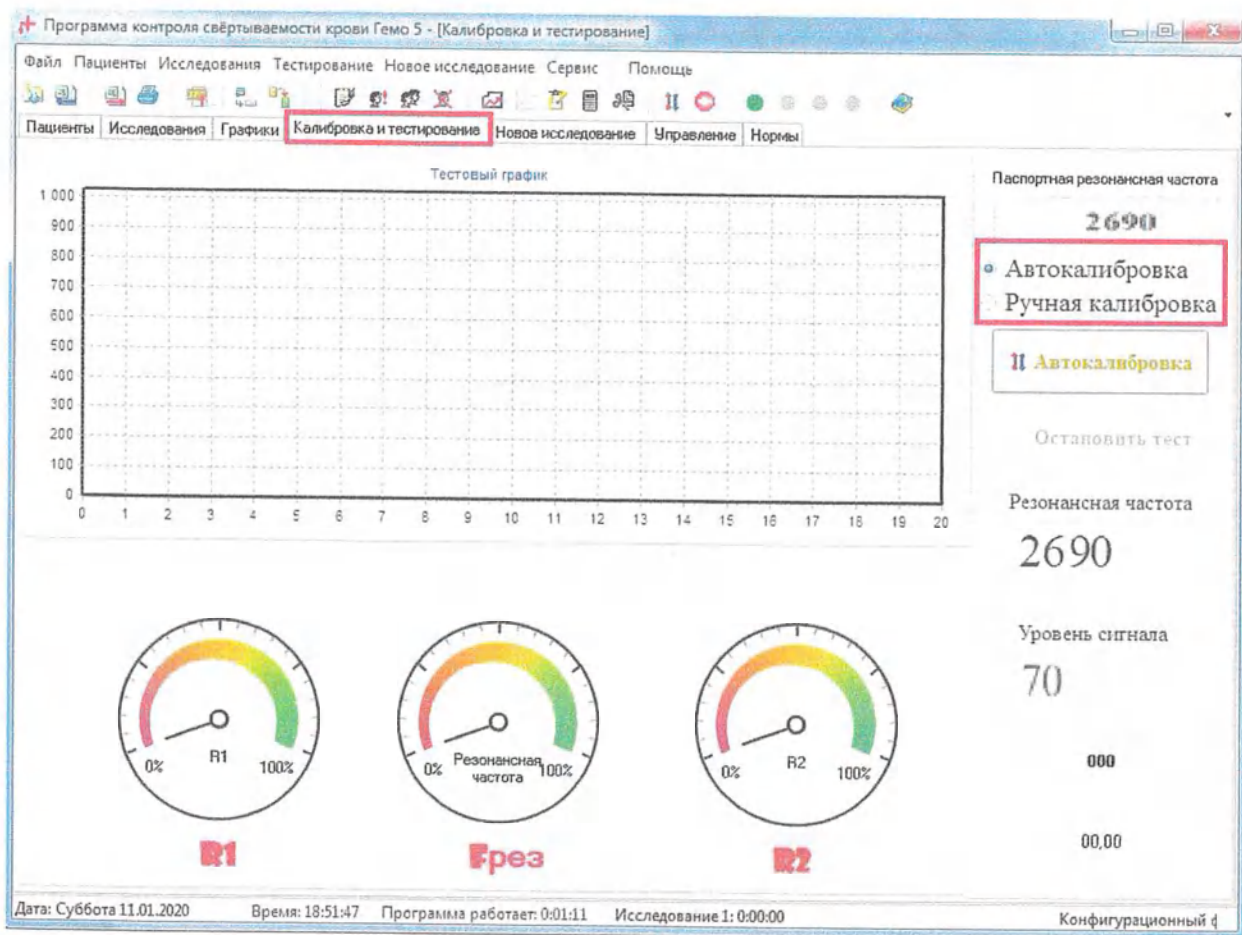

Рисунок 19 – Выбор режима калибровки
- Для этого на вкладке «Калибровка и тестирование», необходимо нажать на кнопку «Ручная калибровка» (рисунок 19).